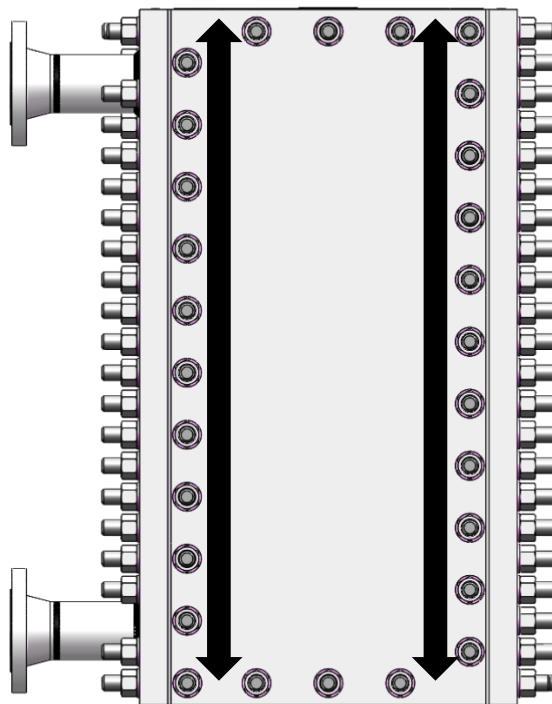

Figura 21
- Pre-serrare tutti i dadi delle traverse mediante un'avvitatrice ad impulsi, dal fondo alla cima o da cima in fondo (Figura 21).